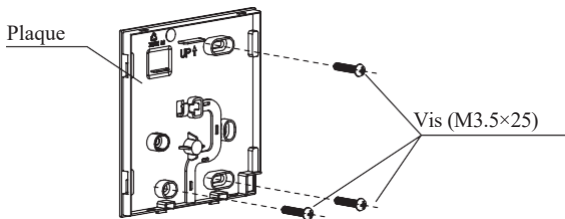

Fig 3-3
- Pour un montage apparent, fixez la plaque arrière au mur à l'aide des 3 vis (M3.5×25) et des chevilles. (Fig.3-3)